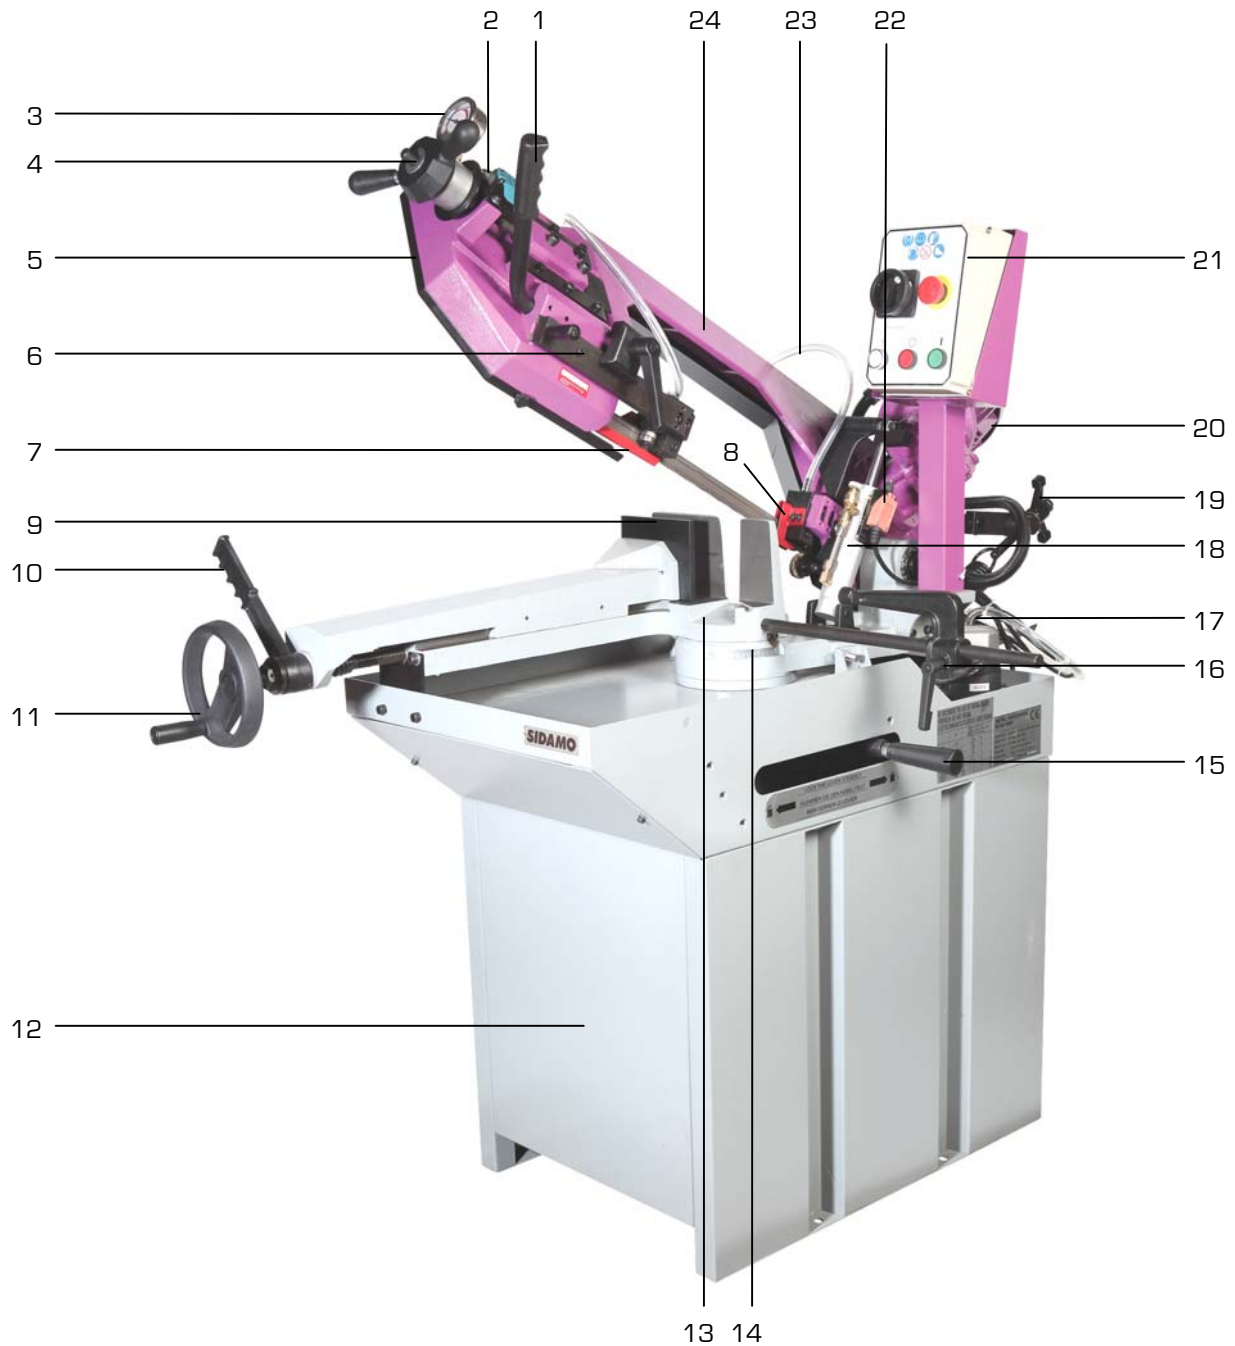

Figure 1
- Insérer la butée de coupe (16 fig.1) dans son siège sur la base droite de l'étau, puis la bloquer.
Ce pictogramme de sens de défilement du ruban est présent sur le carter ruban (5 fig.1).
- Le volant de réglage de tension ruban [4 fig.1] est associé à un manomètre de tension ruban [3 fig.1] et à un contacteur de sécurité de tension ruban [2 fig.1]. Si celui-ci n'est pas enclenché, la scie ne démarre pas.
1. Pousser le levier (15 fig.1) vers l'arrière pour débloquer l'archet.
2. Tourner l'archet (24 fig.1) jusqu'à l'angle désiré.
3. Tirer le levier (15 fig.1) vers l'avant pour bloquer l'archet.